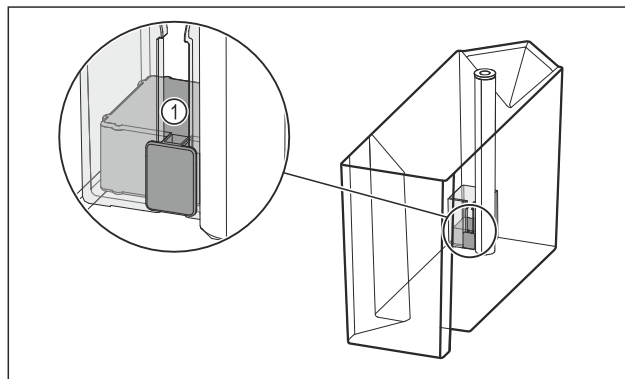

Fig. 165
- ▶ Prüfen, ob der Schwimmer Fig. 165 (1) verklemmt ist. Wenn Schwimmer verklemmt ist: